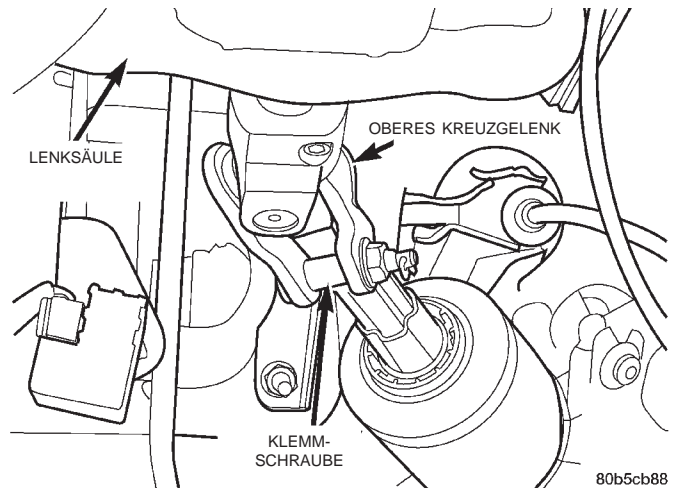

Abb. 22 Lenksäulenkupplung
(10) Splint und Schraube aus dem oberen Kreuzgelenk der Lenksäule ausbauen (Abb. 22). Zwischenwelle von der Lenksäule abziehen.
(16) Zwischenwelle an der Lenksäule anbauen. Klemmschraube (Abb. 22) einbauen und mit einem Anzugsmoment von 28 N·m (21 ft. lbs.) festziehen. Splint durch die Mutter der Klemmschraube stecken.